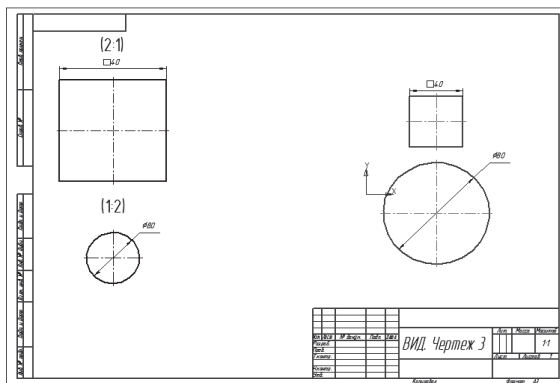

Рис. 70
7. Сделать *Вид 2* текущим. Скопировать окружность, затем активизировать *Вид 3* и вставить на него скопированный объект (рис. 70).